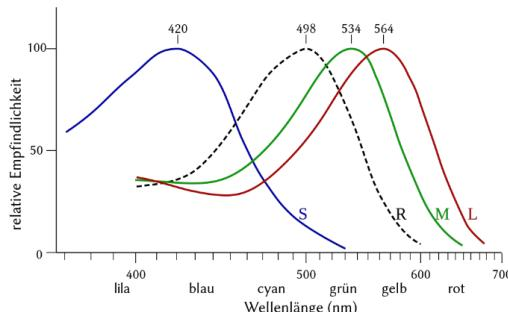

Abbildung 47: Trichromatisches Farbsehen
- Zapfen: 3 Arten mit unterschiedlichen Empfindlichkeiten (vgl. Abbildung 47)